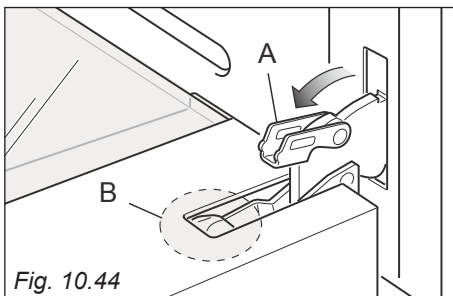
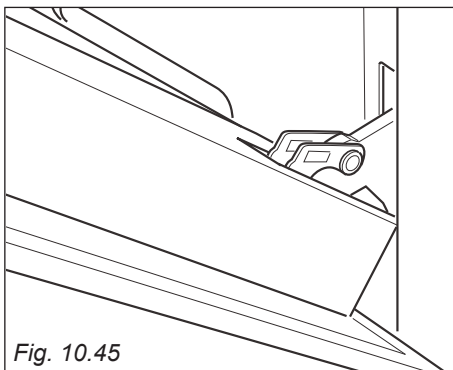

Fig. 10.44
Fig. 10.45
- Aprire completamente la leva "A" delle cerniere destra e sinistra (fig. 10.44).
- Socchiudere dolcemente la porta (fig. 10.45) fino a quando le leve "A" delle cerniere destra e sinistra si agganciano alla parte "B" della porta (fig. 10.44).